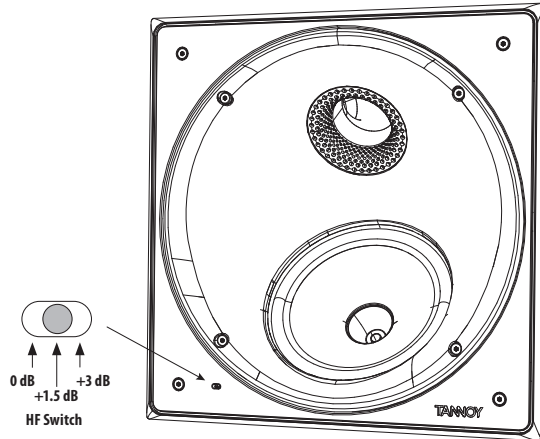

Fig. 10. HF Switch Positions
1. A chave HF tem três posições, com 0 dB sendo plano. Ajuste conforme necessário para se adequar à posição da sala e às condições acústicas (Fig. 10.).